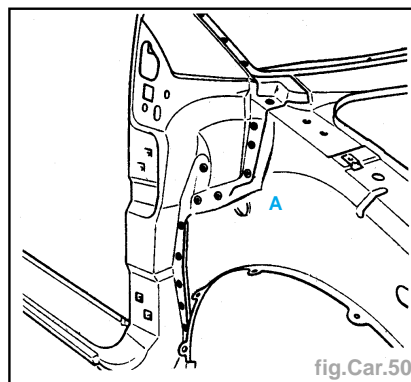

fig.Car.50
- Soudure (fig. Car.50 et 51).
**Nota.** En (A), sept points sur deux épaisseurs. Tous les autres points sont en trois épaisseurs.